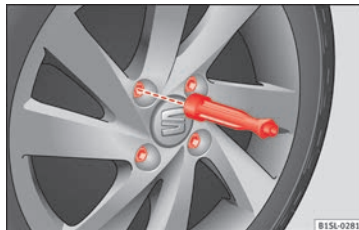

Fig. 57 Cambio de rueda: aflojar los tornillos de la rueda con el mango del destornillador.
- Desenrosque por completo los tornillos de la rueda aflojados con el hexágono interior del mango del destornillador » fig. 57 y colóquelos sobre una superficie limpia.